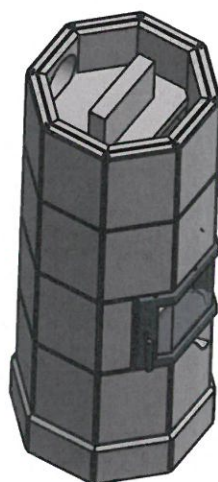
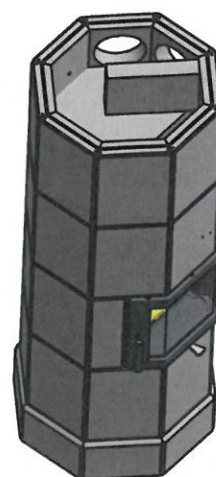

Fig. 15
Fig. 16
7. Plasser labyrinthplaten som vist i **Fig. 15** for røykuttak bak, eller følg **Fig. 16** for uttak på siden eller skrått.